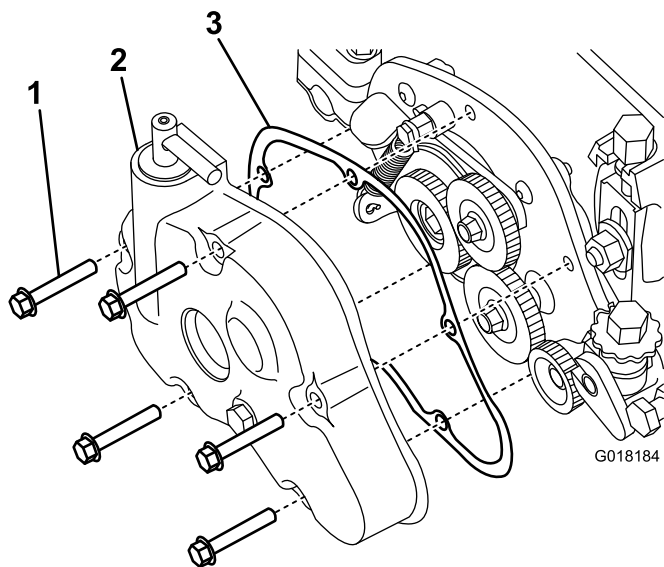

Figura 15
13. Riempite il coperchio della scatola ingranaggi con circa 0,15 litri di Mobil XHP-221 o equivalente e montalo sul gruppo alloggiamento groomer con la guarnizione in mezzo, utilizzando 5 bulloni (Figura 15).